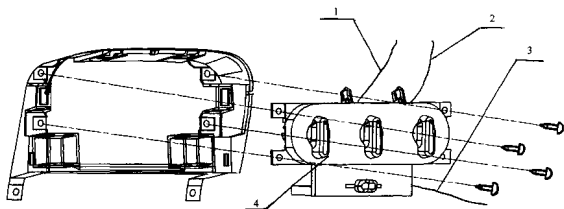
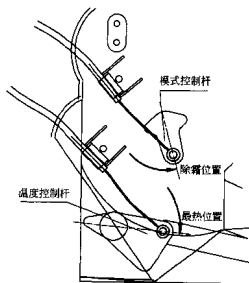

图 18-13
图 18-14
1. 拆卸顺序 (见图 18-13)
①模式控制拉筋和模式控制风门的连接。②温度控制拉筋和温度控制风门的连接。③内外循环控制拉筋和内外进风控制风门的连接。④暖风控制机构。
2. 安装要领 (见图 18-14)